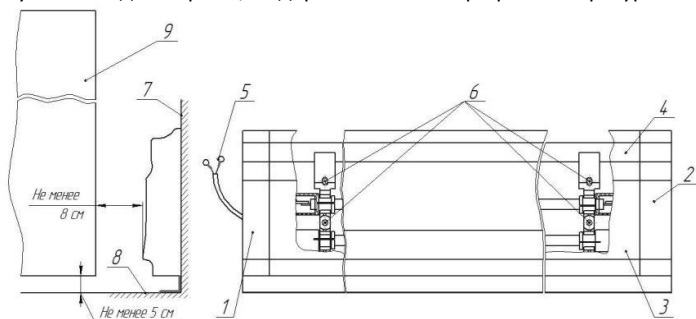

Рисунок 2 – Установка конвектора
5.1.2 Установите конвектор (см. рисунок 2 настоящего Руководства), для чего: снимите левую 1 и правую 2 заглушки; снимите лицевой профиль 3, потянув низ профиля на себя и вверх, до его